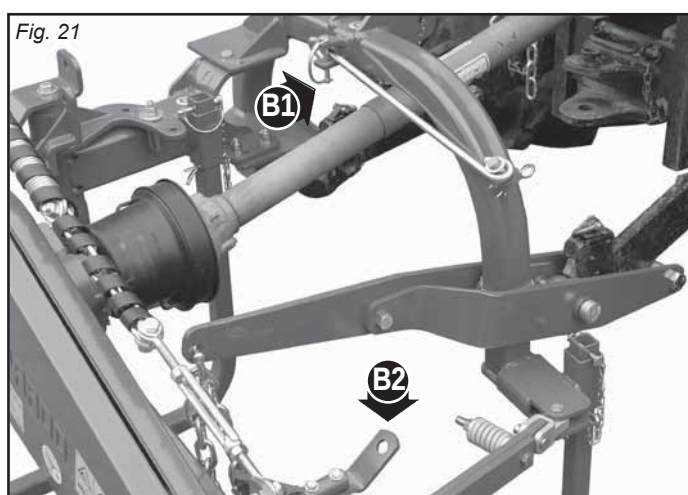

Fig. 21
- Выньте крюк безопасности и установите его вверх в специальном гнезде на раме (B1, Рис. 21).